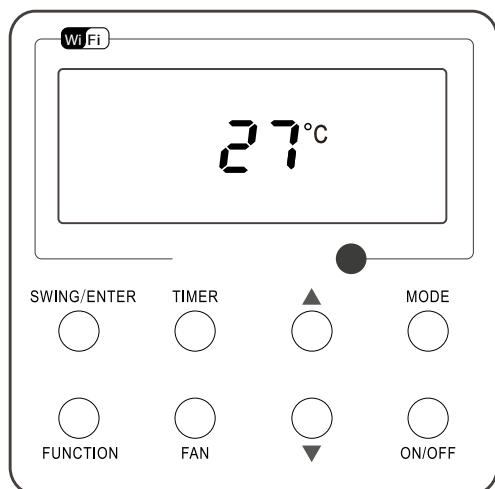

Fig. 4 État « OFF »
■ *Remarque : L'état montré dans la Fig. 4 indique l'état « OFF » de l'unité après l'extinction. L'état montré dans la Fig. 5 indique l'état « ON » de l'unité après l'allumage.*